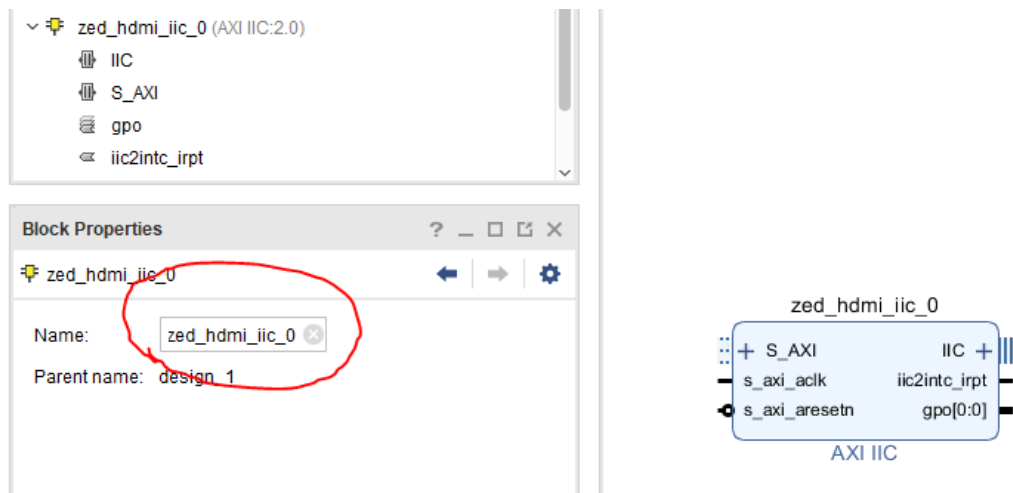

FIGURE 3 – Renommer le bloc I2C
8. Ajoutez un contrôleur I2C (*AXI IIC*), qui sera utilisée pour contrôler le périphérique HDMI et **renommez là pour *zed_hdmi_iic_0***, comme vu à la figure 3